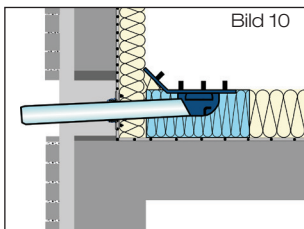

Bild 10
2.2 Das Auslaufrrohr des Ablaufs bauseits in der Länge anpassen. Die Dichtung des Schiebeflansches und Auslaufrrohr des Ablaufes mit LORO-X Gleitmittel versehen. Den Ablaufkörper in die Kontur des Wärmedämmblocks einlegen. Das Auslaufrrohr in die Dichtung des Schiebeflansches einschieben. Den Ablauf sowie den Wärmedämmblock fixieren (Bild 10). Entstandene Hohlräume in der Wärmedämmung mit geeigneten Materialien schließen. Auslaufrrohr im Wandbereich mit ausreichender Wärmedämmung versehen. Wärmedämmplatten verlegen.
3.2 Das Auslaufrohr des Ablaufs bauseits in der Länge anpassen. Die Dichtung des Schiebeflansches und Auslaufrohr des Ablaufes mit LORO-X Gleitmittel versehen. Den Ablaufkörper in die Kontur des Wärmedämmblocks einlegen. Das Auslaufrohr in die Dichtung des Schiebeflansches einschieben. Den Ablauf sowie den Wärmedämmblock fixieren (Bild 10). Entstandene Hohlräume in der Wärmedämmung mit geeigneten Materialien schließen. Auslaufrohr im Wandbereich mit ausreichender Wärmedämmung versehen. Wärmedämmplatten verlegen.